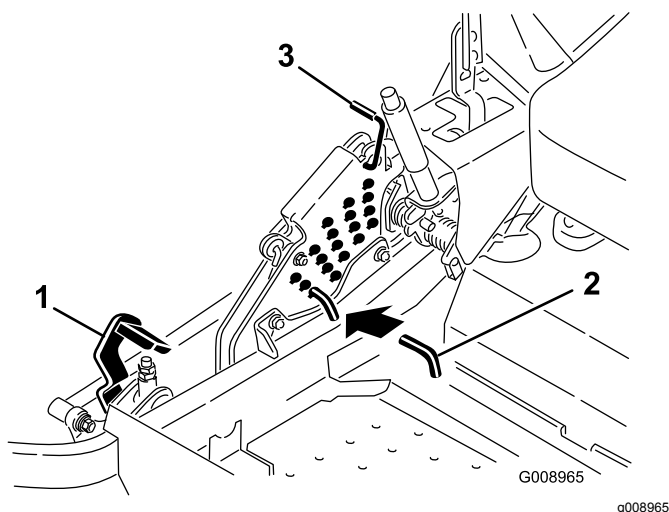

Figure 24
2. Appuyez sur la pédale de relevage du plateau avec le pied et relevez le plateau en position de transport (qui est aussi la position de hauteur de coupe de 140 mm) ; voir Figure 24.
3. Pour changer de hauteur de coupe, tournez la goupille de 90 degrés retirez-la du support de hauteur de coupe (Figure 24).
4. Placez la goupille dans le trou du support correspondant à la hauteur de coupe voulue (Figure 24).